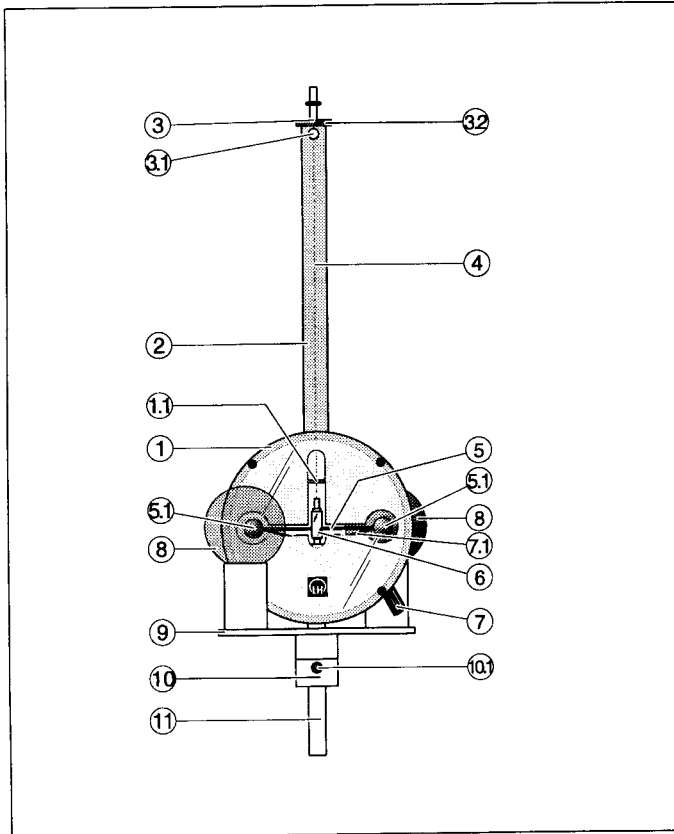

Fig.2
- Arretierschrauben (7) für das Schwingungssystem - siehe Fig. 2 - erst lösen, wenn das Gerät ordnungsgemäß montiert und in Versuchsposition gebracht ist.
Rändelschraube (3.1) - siehe Fig. 2 - zur Fixierung des bei Lieferung vorjustierten Torsionskopf nur dann geringfügig lockern, wenn nach ordnungsgemäßer Montage der Drehwaage bei deren Inbetriebnahme eine Feinjustierung des Nullpunktes erforderlich sein sollte.
Madenschraube (3.2) - siehe Fig. 2 - zur Fixierung des Pendelhalters nur lösen beim Austausch des Torsionsbandes gemäß Abschnitt 4.
- Do not unscrew the oscillating system's locking screws (7) - see Fig. 2 - before the device has been correctly assembled and brought into position.
The knurled screw (3.1) - see Fig. 2 - for fixing the torsion head (preadjusted on delivery) is only to be slightly loosened if a fine adjustment of the zero point proves necessary on putting the correctly-assembled torsion balance into operation. The grub screw (3.2) - see Fig. 2 - for fixing the pendulum holder is only to be loosened when replacing the torsion band as described in section 4.
2 Beschreibung, technische Daten, Lieferumfang (siehe Fig. 2)
2 Description, technical data, scope of supply (see Fig. 2)